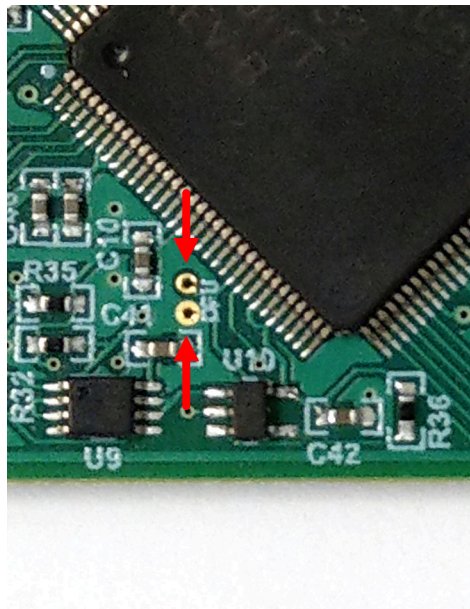

图 3-3. 用于手动进入 DFU 模式的测试点
- 使用一对镊子（或导线）短接标记为 *DFU*（如图 3-3 所示）的两个测试点时，按下并松开 *RESET* 按钮。